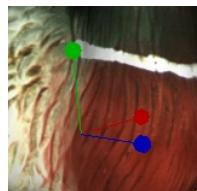

Рис. 8.51: Элемент управления в режиме масштабирования
- Переместите центр элемента управления (Рис. 8.51) или один из его круглых концов в окне 3D вида.